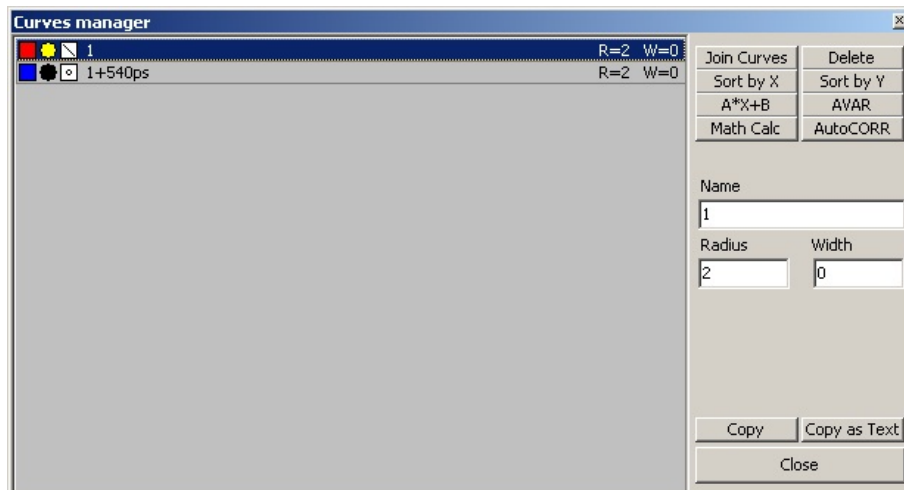

Рис. 21: Окно менеджера кривых двумерного окна.
Пункт меню **CurvesManager** открывает окно диспетчера кривых, показанное на рис. 21. В списке слева перечислены все существующие кривые. Символы левее названия кривой означают следующее: первая пиктограмма - цвет кривой (по щелчку курсором мыши на этой пиктограмме появляется контекстное меню, в котором можно выбрать цвет кривой), вторая пиктограмма - символ, обозначающий видимость точек кривой (если кружок желтый, то точки видимы, черный кружок означает невидимость точек кривой), щелчок курсором мыши на этой пиктограмме меняет состояние видимости кривой на противоположное, последняя пиктограмма - символ, показывающий соединены ли точки линией друг с другом (символ с маленьким кружочком означает, что линии не соединяются друг с другом), щелчок курсором мыши на этой пиктограмме меняет состояние соединенности точек кривой на противоположное. Правее названия кривых указаны радиус точек (R) и ширина линии, соединяющих точки (W). Справа по центру расположены 3 строки ввода, позволяющие изменить название кривой, радиус точек, и толщину линии.